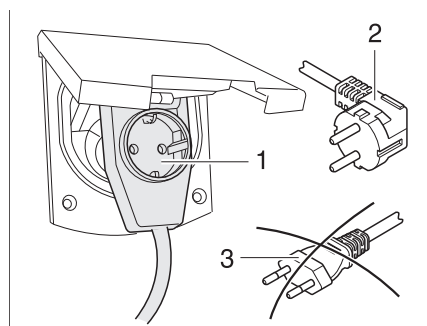

Fig. 309 Raccordement à un adaptateur coudé avec prise de courant
► En cas d'utilisation d'une prise CEE 17 coudée avec prise de courant en face arrière (Fig. 309,1), utiliser uniquement une fiche caoutchoutée et scellée IP 44 avec contact de mise à la terre (Fig. 309,2). Ne pas utiliser de fiche sans contact de mise à la terre (Fig. 309,3). Danger d'électrocution !